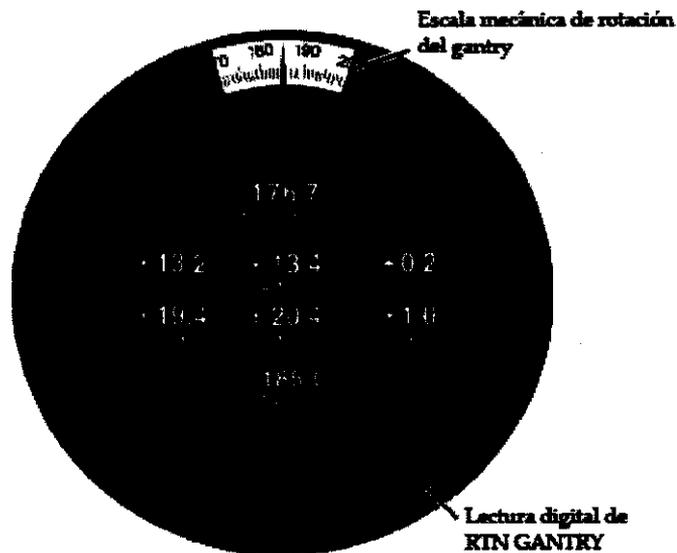

Ilustración 30 Pantallas de posición digital y mecánica del gantry
2. Asegúrese de que la pantalla de posición digital del gantry concuerde con la posición real observada del gantry, tal como se muestra en la pantalla de posición mecánica (Ilustración 30).